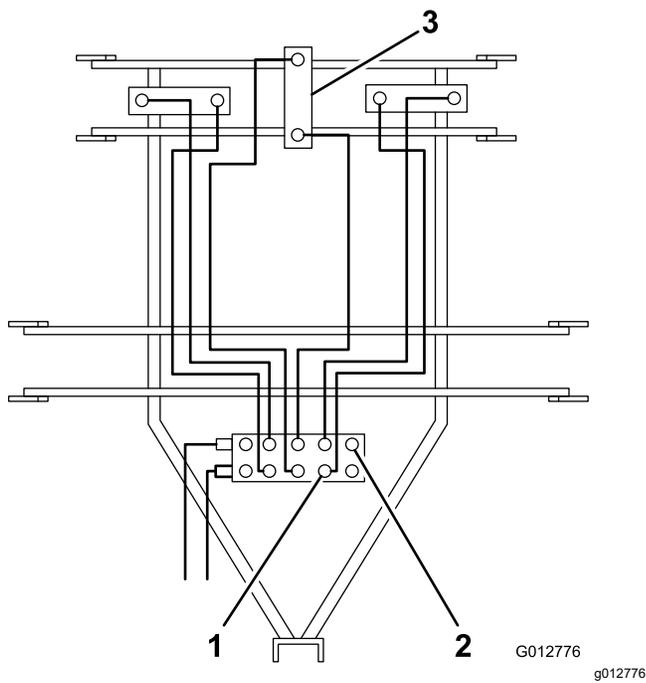

Figure 34
4. Débranchez les flexibles hydrauliques qui sont raccordés à la rangée avant (rangée « A ») du distributeur de commande (Figure 34). Vidangez chaque flexible dans un bac de vidange puis rebranchez-les aux soupapes correspondantes.
5. Débranchez les flexibles hydrauliques qui sont raccordés à la rangée arrière (rangée « B ») du distributeur de commande (Figure 34). Vidangez chacun des flexibles et vérins en abaissant les bras de levage avec précaution jusqu'à ce tout le liquide soit pompé hors des flexibles et des vérins et s'écoule dans un bac de vidange. Rebranchez les flexibles sur le distributeur de commande.